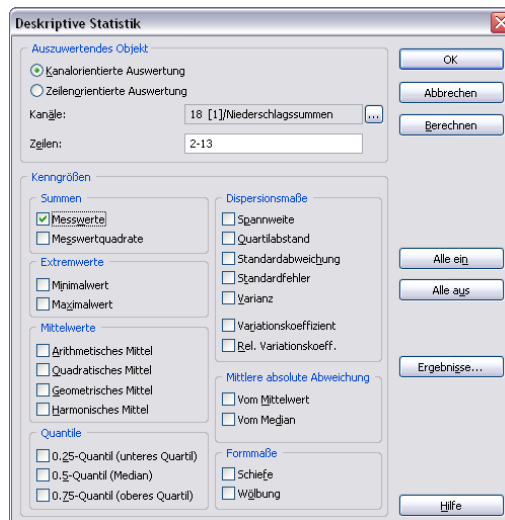

Abbildung 4-1. Abschnittsweises Summieren der Niederschläge
7. Aktivieren Sie **Kenngrößen»Summen»Messwerte**. DIAdem zeigt den Dialog **Deskriptive Statistik** wie in Abbildung 4-1.